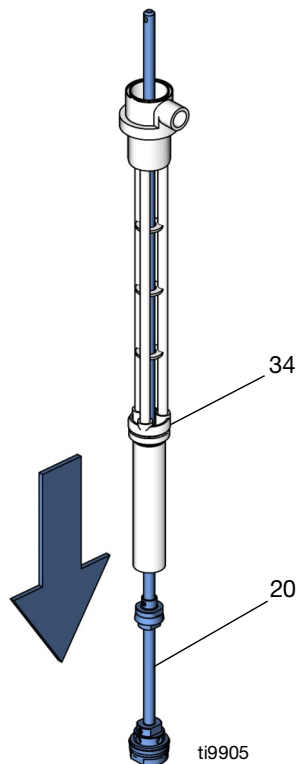

FIG. 19
8. Dra ut överföringsaxeln (20) ur botten på pumpen (34). Se FIG. 19.